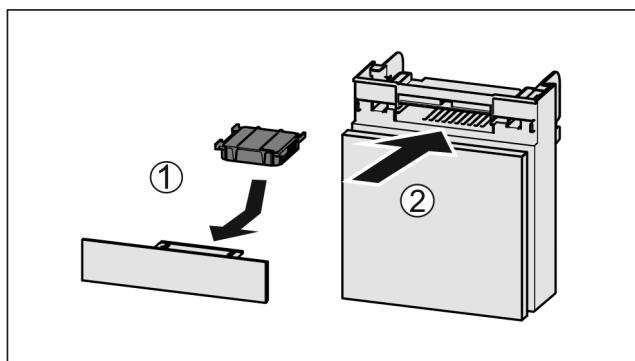

Fig. 117
- Установите фильтр с активированным углем, как показано на рисунке Fig. 117 (1).
- Вставьте отделение Fig. 117 (2).